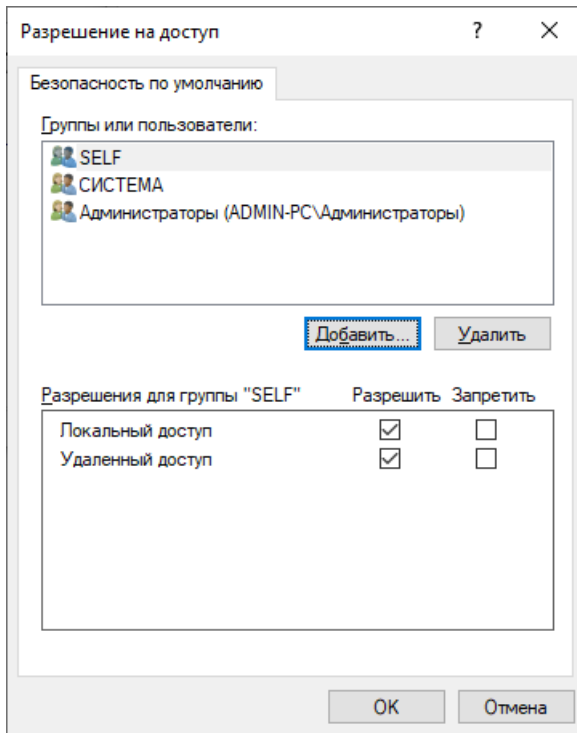

Рис. 4.40
6. В открывшемся окне **Разрешение на доступ** нажмите кнопку **Добавить** (рис. 4.40).